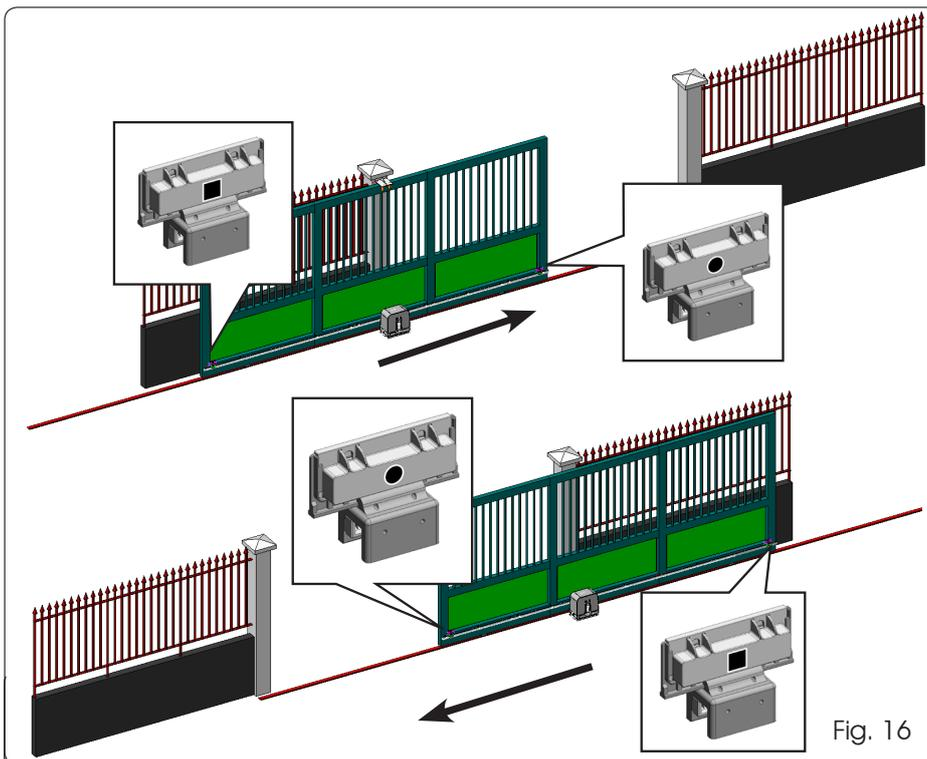

Fig. 16
2. Mettre manuellement le portail en position d'**ouverture** en laissant 40 mm de la butée mécanique de fin de course (voir Fig. 16).
(VOIR FIG.16)